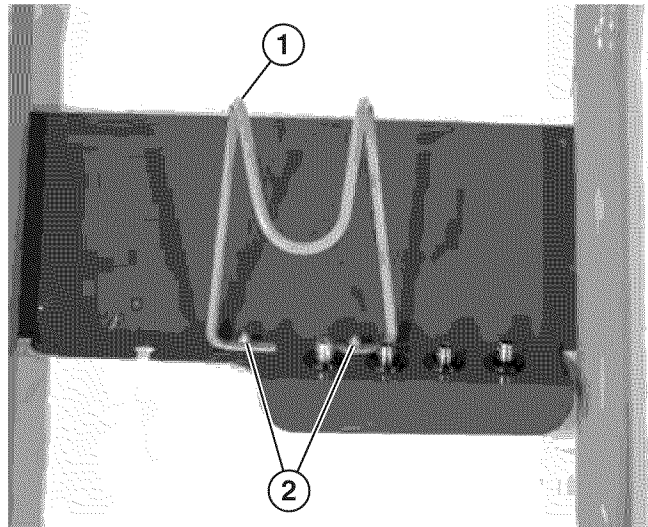

Figura 11 – Instalación del soporte de la manguera
9. Instale el soporte de la manguera a la manija utilizando los pernos y tuercas M5 (Ver Figura 11).